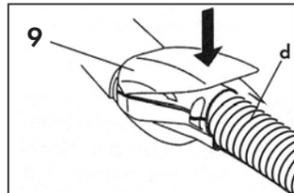

Fig. 11
- Aprire completamente lo sportello della presa accessori (9) ed inserire l'attacco rapido del tubo flessibile (d) nella presa posta sulla parte anteriore dell'apparecchio, premendo a fondo.
- Chiudere lo sportello della presa accessori (9) sul corpo dell'attacco rapido assicurandosi che i due particolari si aggancino. Fig. 11.